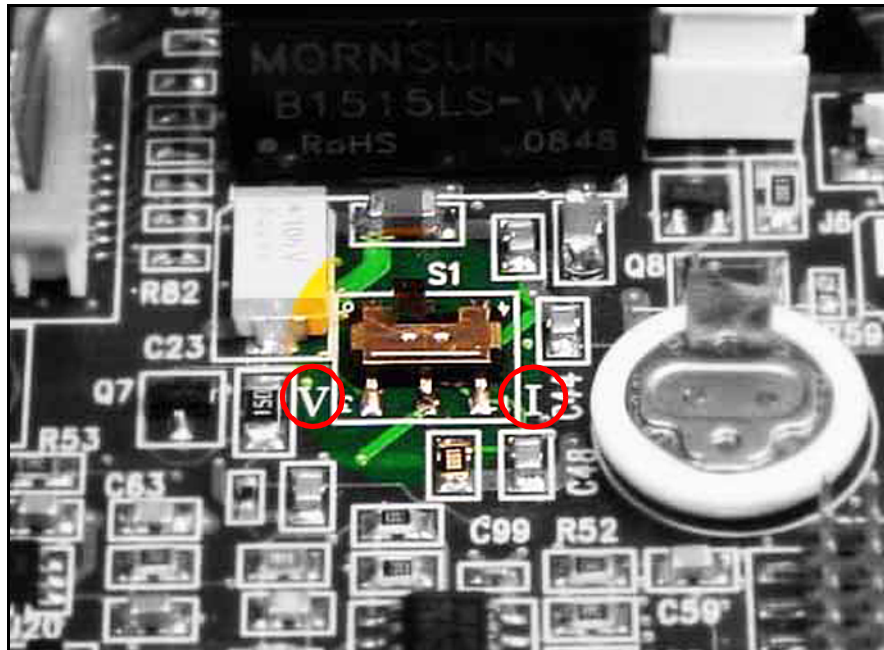

Figure 8: Schalter S1 auf der Hauptplatine
Führen Sie die folgenden Schritte aus, um den Schalter **S1** (siehe *Figure 8 on page 5*) zu überprüfen oder zurückzusetzen:
6. Lokalisieren Sie den Schalter **S1** (siehe markierten Bereich in *Figure 8* unten).